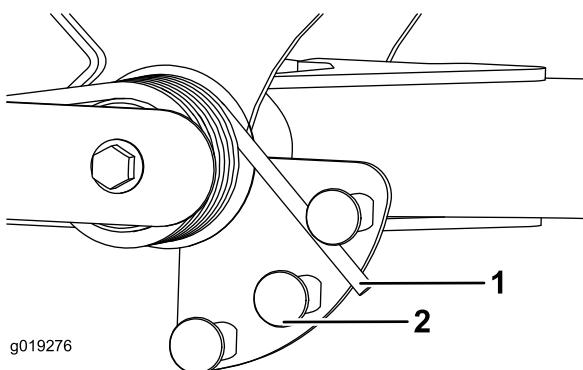

Figure 67
2. Insérez un tube ou un objet similaire sir le ressort long et le faire pivoter autour de l'actionneur de ressort à la position voulue (Figure 67).